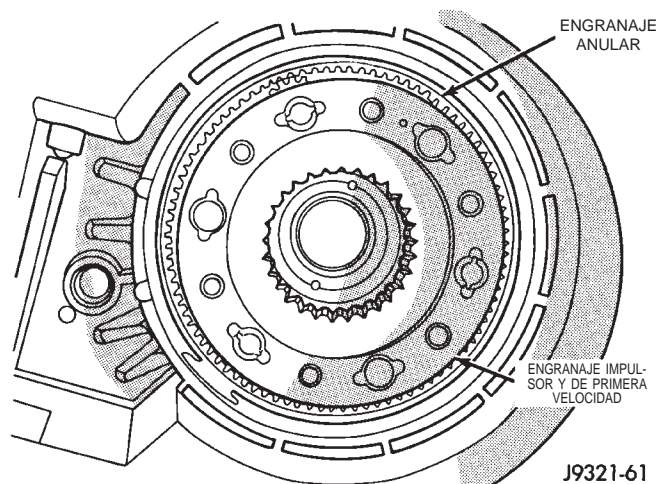

Fig. 57 Instalación del engranaje impulsor y de primera velocidad
(1) Alinee e instale el conjunto de engranaje impulsor y de primera velocidad en la caja delantera (Fig. 57). Asegúrese de que los piñones del engranaje